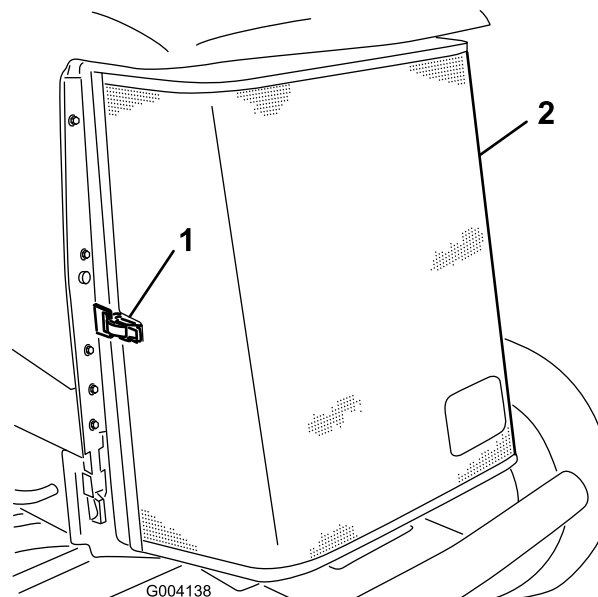

Figure 110
5. Déverrouillez la grille arrière et faites-la pivoter pour l'ouvrir (Figure 110).